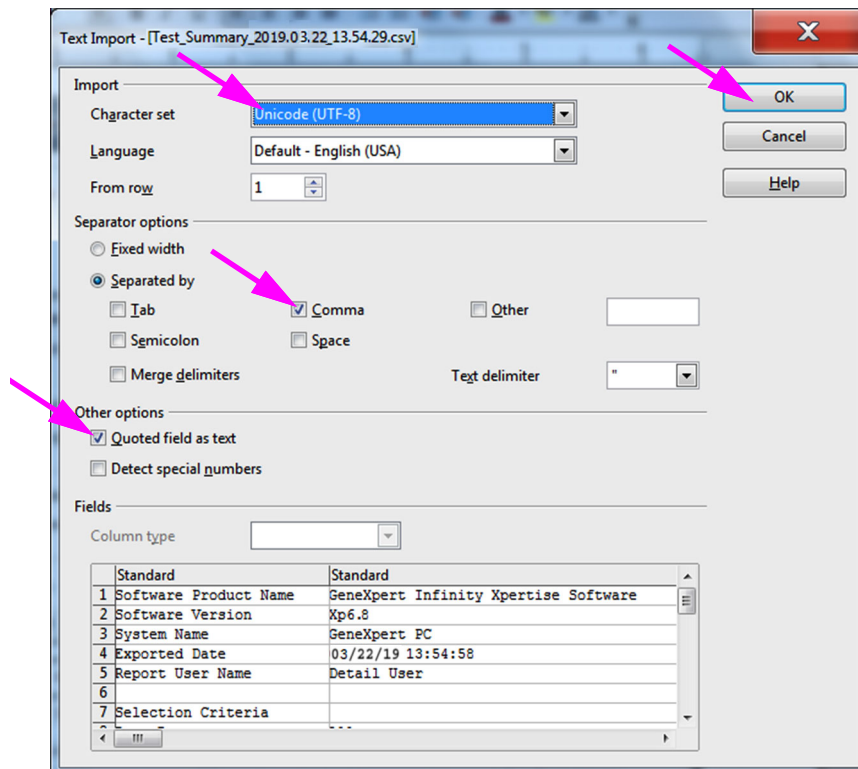

Figura C-5. Ecrã Text Import (Importar texto) com novas definições seleccionadas
- Para as opções do Separator (Separador) (ver Figura C-5):